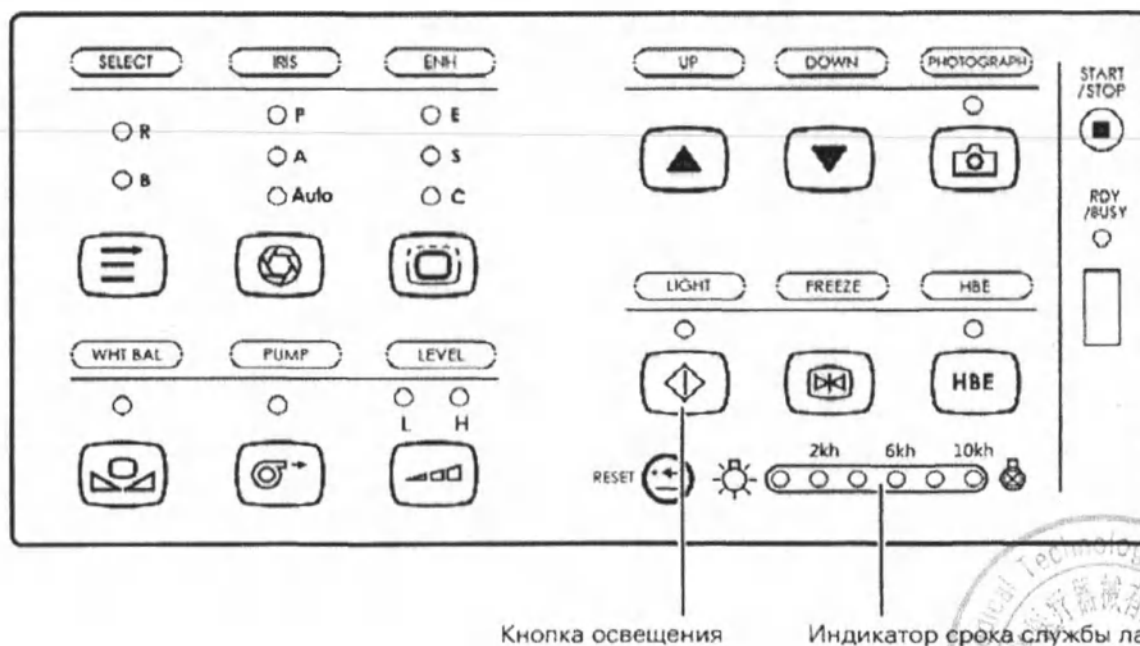

Рис. 7.
1. Нажмите на кнопку освещения, чтобы ВКЛЮЧИТЬ лампу (см. Рис. 7). Лампа процессора и индикатор LIGHT загорятся. После включения лампы из дистального конца эндоскопа, подсоединённого к процессору, будет излучаться свет. При повторном нажатии на кнопку освещения лампа ВЫКЛЮЧАЕТСЯ.